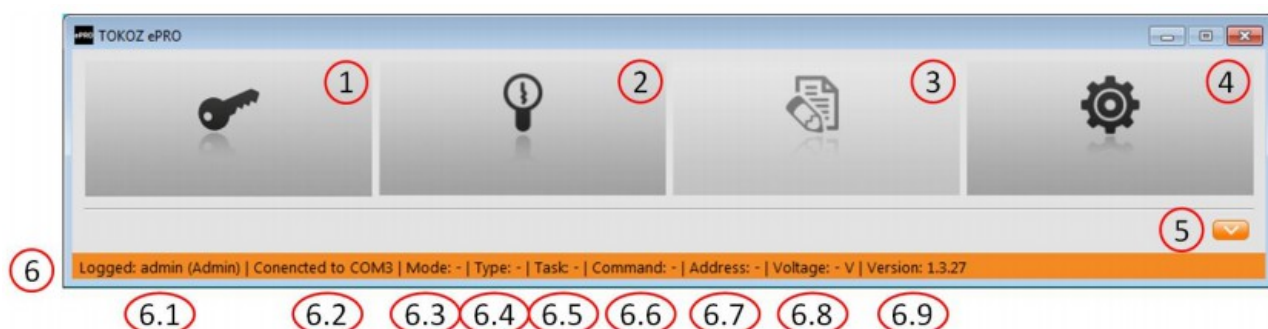

Fig. 15 Default control software window with the "Expert" status line
В зависимости от конфигурации настроек вы можете управлять перечнем информации в статусной строке (6). Вы можете выбрать два режима: ЭКСПЕРТ и ЛЕГКИЙ, указанных на рис. 15 и 16. 15 — расширенный (ЭКСПЕРТ) режим, 16 — простой (ЛЕГКИЙ).